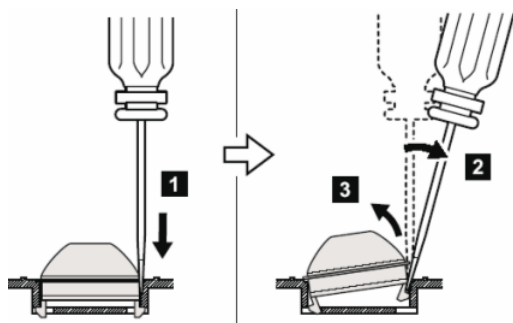

图 6-12 拆卸防震气垫 (二)
2) 然后稍微向外用力撬起防震气垫, 幅度不能太大, 否则将损坏塑料挂钩, 如图 6-12 所示。